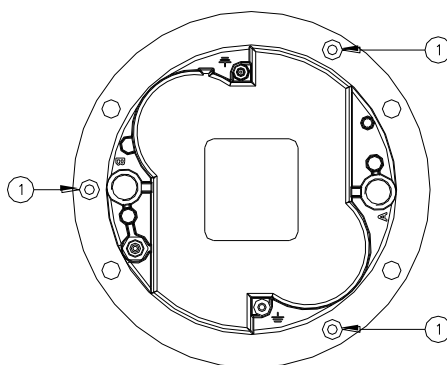

Figura 19 – Viti di fissaggio del coperchio inferiore
- Separare il coperchio inferiore dalla calotta svitando le tre viti di bloccaggio TSP TORX M5x10 (Figura 19 - n°1).
- tre viti di bloccaggio TSP TORX M5x10 (Figura 19- n°1);
Verificare il corretto posizionamento della guarnizione O-Ring tra calotta e coperchio inferiore (Figura 21 – n°2); montare il coperchio inferiore nella calotta e chiuderla con le tre viti TSP TORX M5x10 (Figura 19 - n°1). Uno strato di adesivo anaerobico frenafilletti medio (per esempio LOXEAL 24-18) può essere applicato alle viti prima dell'installazione; coppia di serraggio 2,5 Nm.